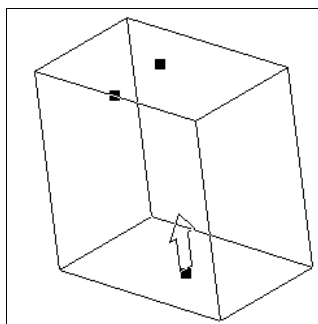

Рис. 19.6. Контур базового элемента с узлами
- ◆ нажмите ПК мыши и из контекстного меню выберите команду **Редактировать**. На экране появится контур базового элемента (фантом) с узлами (рис. 19.6);